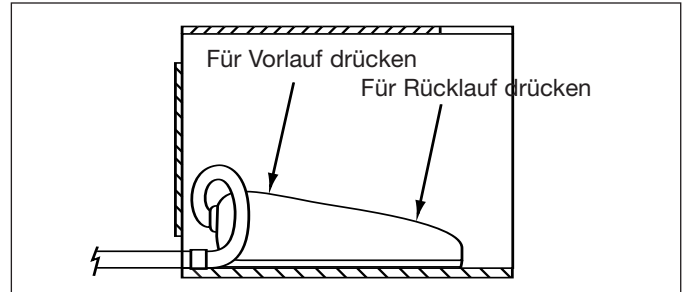

Abb. 1
1. Drücken Sie das Kabelende des Fußschalters für Vorlauf und das entgegengesetzte Ende für Rücklauf (siehe Abb. 1).